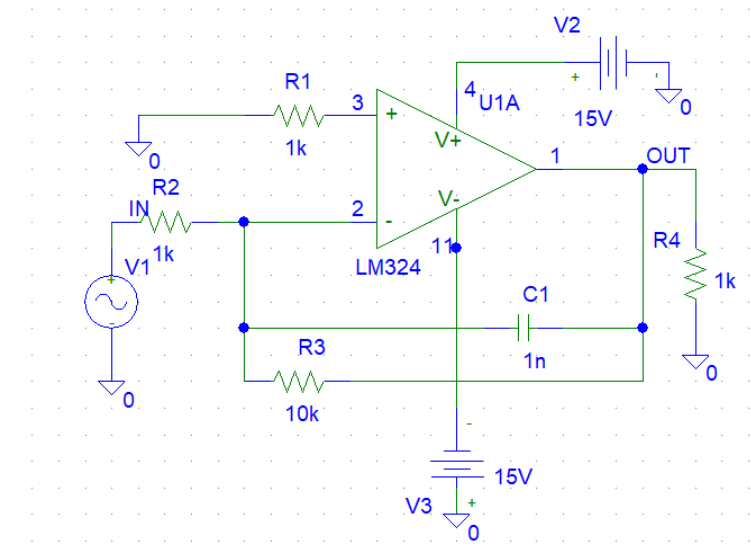

Рис. 2.1. Схема інтегруючого підсилювача
1.Зібрати схему інтегруючого підсилювача (рис. 2.1) із заданим значенням постійної часу кола (постійної інтегрування)  $\tau_3 = R_1 C_1$ .
Підключити генератор синусоїдальної напруги VSIN і подати сигнал з заданими параметрами (рис. 2.1).